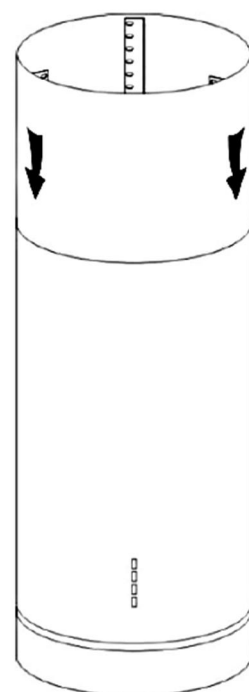

Рис.7
7. Рис. 7 – вставьте внутренний кожух в вытяжку.